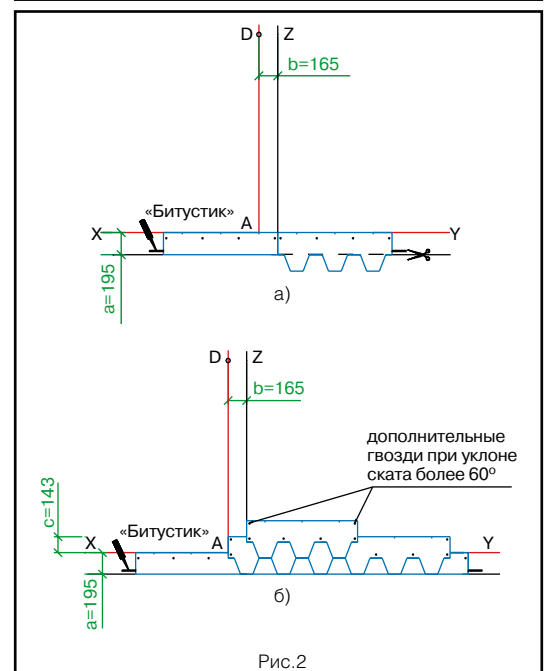

Рис. 2
Укладка материала (рис. 2)
- Начальный ряд формируется из листов черепицы МОЗАИКА с обрезанными лепестками. Полученные таким образом полосы шириной 19,5 см укладываются по линии карниза в обе стороны от линии Z (рис. 2а) и фиксируются по нижнему краю битумной мастикой «Битустик», а по верхней кромке 4 гвоздями (ось гвоздей на 5 см ниже верхнего края полосы);
- далее первый ряд черепицы укладывается от линии AD (рис. 2б);
- второй ряд укладывается от линии Z (со смещением 16,5 см от AD) (рис. 2б);
Каждый лист гибкой черепицы МОЗАИКА крепится 4 гвоздями таким образом, чтобы гвоздь прошивал и верхний край нижележащего листа черепицы (рис. 2б).